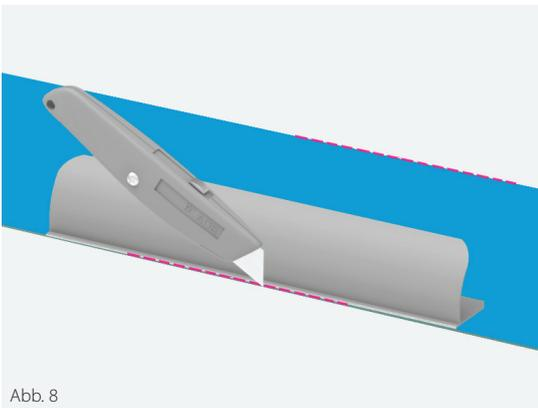

Abb. 8
- Begradigen Sie die Verbindungskanten mittels Sicherheitsmesser. (Abb. 8) (schnitthemmende Handschuhe verwenden!)